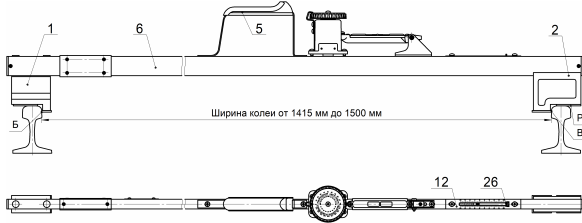
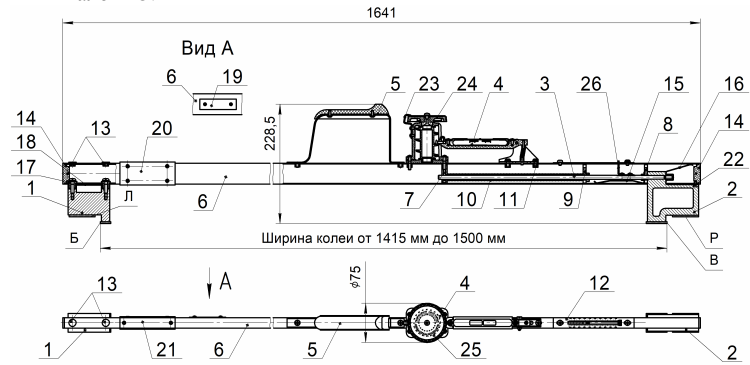

Рисунок 2
Рисунок 1
7.5 Установку шаблона на путь проводить в следующем порядке. Держа шаблон одной рукой за ручку 5 (рисунок 1), а другой рукой – за изоляторы 20 и 21, аккуратно без ударов установить его на рельс перпендикулярно оси пути со стороны подвижного упора 2 поверхностью Р (рисунок 2) и приложить к боковой грани этой же рельсы поверхность В. Нажимая на корпус 6 в сторону подвижного упора 2, плавно переместить его до тех пор, пока неподвижный упор 1 не установится на рельс соответственно рисунку 2. Снять нагрузку на корпус 6. Подвижный упор 2 под действием пружины 10 отожмет корпус 6. При этом неподвижный упор 1 поверхностью Б с гарантированным усилием прижмется к рельсу. Шаблон установлен.